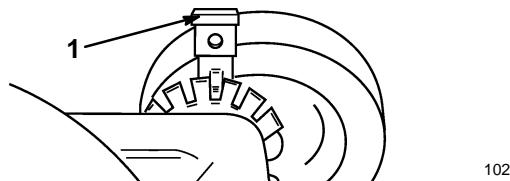

Figure 13
- Pour modifier la hauteur de coupe, tirer le levier de réglage vers la roue et le placer dans la position souhaitée (Fig. 13).